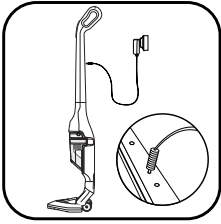

fig. 5
- Enchufe el cargador a la toma eléctrica y conéctelo en el lugar previsto situado en la parte trasera del mango (fig.5).
- Entonces se encenderá el testigo de carga luminoso (4) situado en la parte delantera. Deje la aspiradora cargando. El piloto se mantendrá encendido mientras que la aspiradora esté conectada a la corriente, incluso aunque la batería esté totalmente cargada. El aparato puede estar cargándose permanentemente sin ningún riesgo. El soporte se calentará ligeramente, pero se trata de un fenómeno completamente normal.